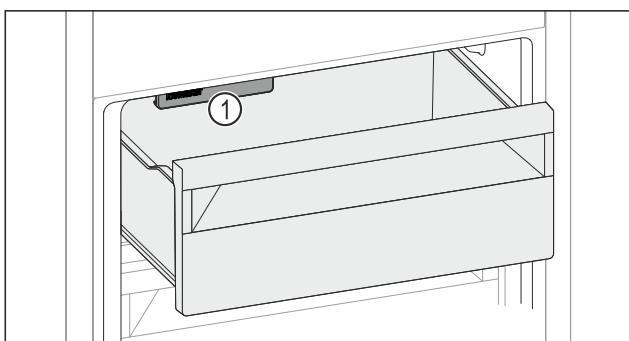

Fig. 142
► Внимавайте за IceMaker Fig. 142 (1).